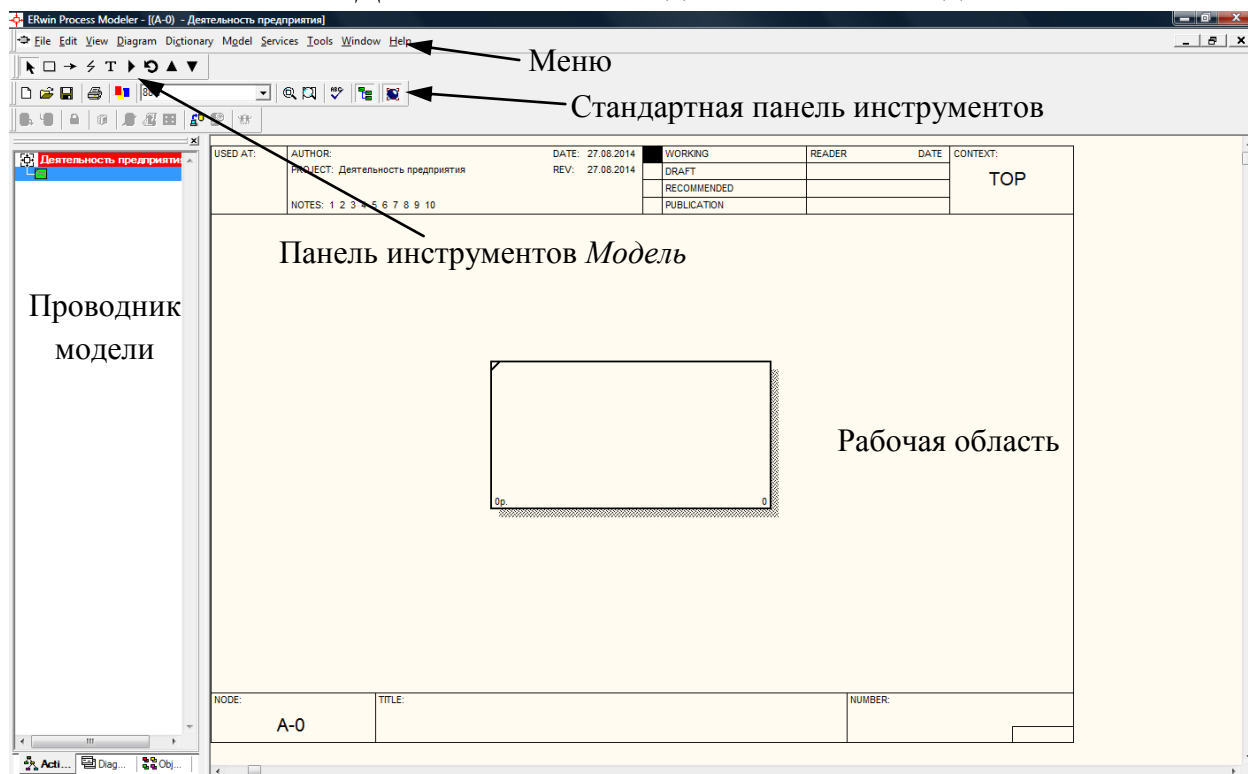

Рис. 4. Заготовка контекстной диаграммы
3. В окне *Properties for New Models (Свойства новой модели)* (рис.) на вкладке *General (Общее)* введите свои фамилию и инициалы в поля *Author* и *Author initials* соответственно. Поставьте галочку в поле *Apply CRUD/IRUN restrictions (Применить ограничения CRUD/IRUN)* для связывания модели процессов и модели данных и нажмите *OK*. На экране появится основное окно программы, в рабочей области которого будет располагаться заготовка контекстной диаграммы (рис. 4).